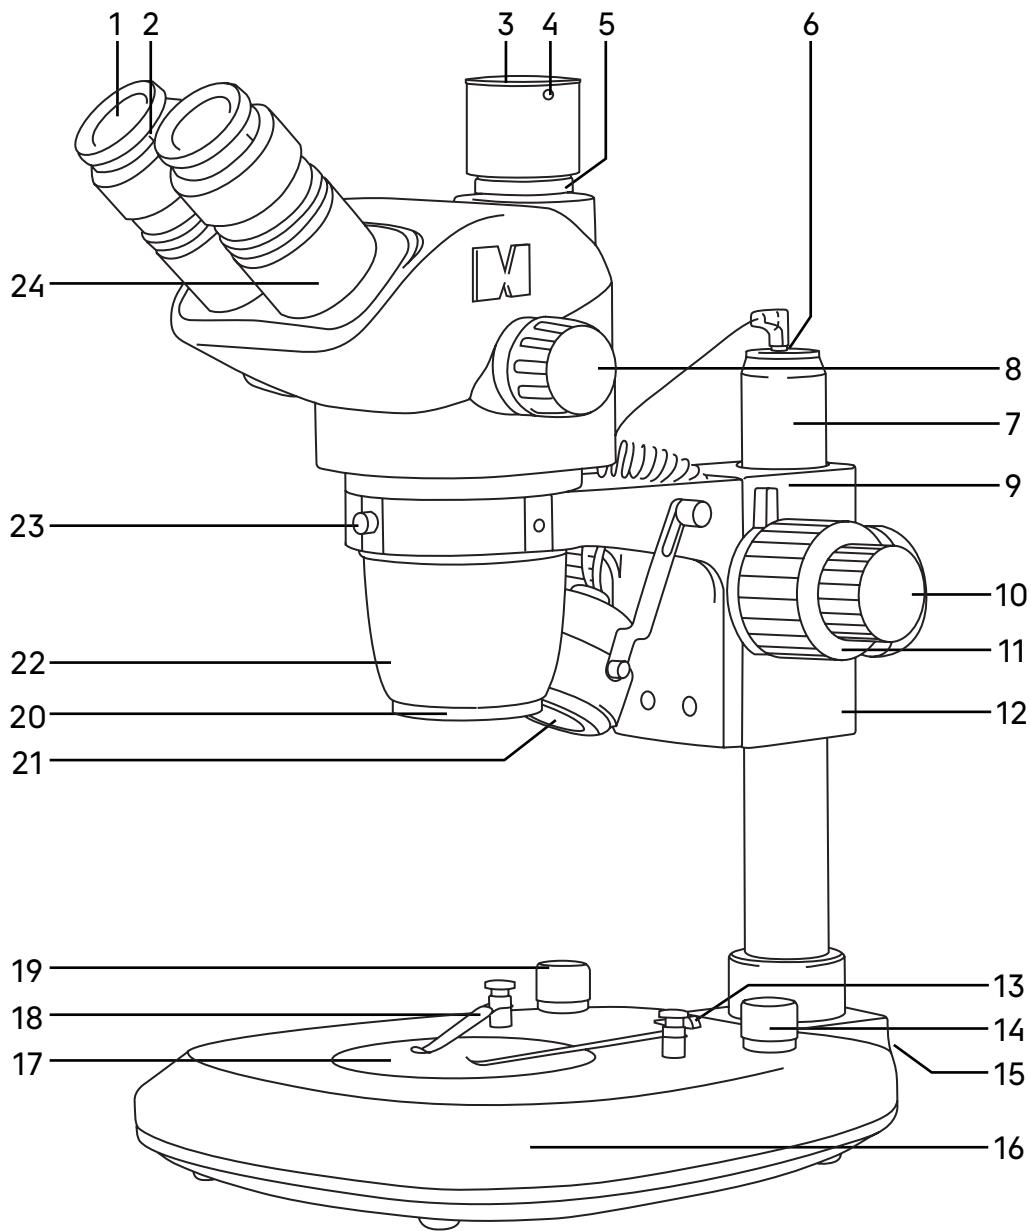
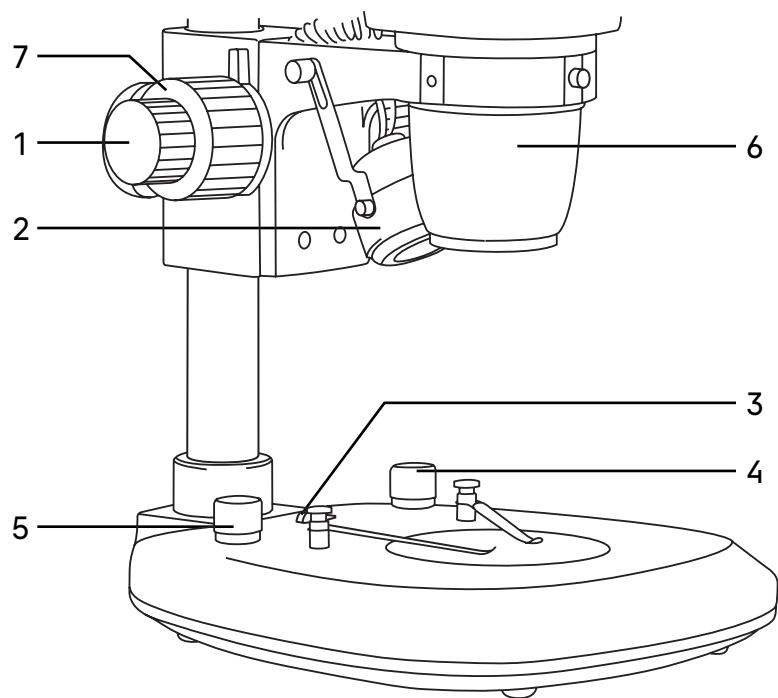

Рис. 1. Микроскоп MAGUS Stereo 8Т
Рис. 2. Включение освещения
Общий вид микроскопа представлен на рис. 1.
Штатив микроскопа 7 (рис.1) закреплен на основании 16 (рис. 1). Штатив несъемный.
В штативе располагается механизм фокусировки 12 (рис. 1), на который крепится кронштейн 9 (рис. 1) для установки оптической головы. Наверху штатива расположено гнездо для подключения шнура осветителя отраженного света 6 (рис. 1)
В основании 16 (рис. 1) расположен блок питания и источник проходящего света – светодиод.
Пластина 17 (рис. 1) обеспечивает рассеивание света и равномерное освещение всей плоскости исследуемого объекта. Выключатель 13 (рис. 1) служит для включения и выключения источника света.
Регулировка яркости осветителя отраженного света осуществляется ручкой 19 (рис. 1), а проходящего света – ручкой 14 (рис. 1).
Основание также выполняет функцию предметного столика. Объект исследования располагают на пластине 17 (рис. 1). Пластина устанавливается в гнездо основания. Диаметр пластины – 95 мм.
При необходимости объект можно закрепить на пластине двумя прижимами 18 (рис. 1).
Фокусировочный механизм 12 (рис. 1) перемещается на штативе 7 (рис. 1) или на установочном пальце 2 (рис. 2) универсального штатива, обеспечивая фокусировку на объект в соответствии с высотой объекта и рабочим расстоянием объектива.
Кронштейн 9 (рис. 1) закреплен на фокусировочном механизме. Вертикальное эффективное перемещение составляет 45 мм.
Сверху на кронштейн устанавливается оптическая голова и закрепляется в кронштейне винтом 23 (рис. 1). Оптическую голову можно повернуть внутри кольца кронштейна и зафиксировать в любом удобном положении.
В окулярные тубусы визуальной насадки 24 (рис. 1) устанавливаются окуляры 1 (рис. 1). Тубусы разводятся в соответствии с глазной базой наблюдателя в пределах от 54 до 75 мм.
В вертикальный тубус 5 (рис. 1) корпуса визуальной насадки (канал визуализации) для фиксации камеры (видеоокуляра) устанавливается адаптер C-mount 1x. Камера служит для вывода изображения на экран компьютера или монитор/телевизор.
Трансфокаторный объектив 22 (рис. 1) имеет увеличение от 0,65 до 5,5 крат и позволяет в процессе наблюдения плавно изменять увеличение в 8,4 раза без потери качества и с сохранением большого рабочего расстояния – 105 мм.
Увеличение микроскопа изменяется при помощи вращения рукоятки 8 (рис. 1).
Окуляры увеличением 10x имеют линейное поле зрения 22 мм (WF 10x/22). Каждый окуляр имеет диоптрийную подвижку 2 (рис. 1). Окулярные тубусы имеют надежную конструкцию крепления окуляров, которая исключает возможность случайного выпадения окуляров при перемещении микроскопа. Окуляры закрепляются в тубусах винтами.
Осветитель косого освещения **21** (рис. 1) зафиксирован в кронштейне. Штекер осветителя устанавливается в гнездо штатива **6** (рис. 1).
- Установите пластину **17** (рис. 1). При работе с прозрачными объектами выбирайте стеклянную пластину. При работе с непрозрачными объектами выбирайте черно-белую пластину. Для повышения контраста темные объекты исследуются на белой стороне пластины, светлые – на черной стороне.
- Установите прижимы **18** (рис. 1).
- Установите оптическую голову в кольцо кронштейна **9** (рис. 1). Закрепите оптическую голову винтом **23** (рис. 1). Не следует затягивать винт слишком сильно.
- Закрепите кронштейн **9** (рис. 1) вместе с механизмом фокусировки **12** (рис. 1) на штативе **7** на необходимой высоте с помощью винта фиксации, расположенного на задней части микроскопа.
- Ручки регулировки освещенности объекта **14** и **19** (рис. 1) установите в минимальное положение.
Переведите выключатель электропитания **3** (рис. 2) в положение «—» (включено). Осветители проходящего и отраженного света подключены.
Для работы в отраженном свете используется осветитель **2** (рис. 2), его яркость света регулируется вращением ручки **5** (рис. 2). Для работы в проходящем свете регулировка яркости осуществляется ручкой **4** (рис. 2).
Перед отключением микроскопа от сети поверните ручки **4** и **5** (рис. 2) в минимальное положение.
При необходимости исследования объекта в бестеневом освещении используйте кольцевой осветитель. Кольцевой осветитель устанавливается на объектив **6** (рис. 2).
Установите минимальное увеличение объектива 0,65х вращением рукоятки смены увеличения 8 (рис. 1).
Вращением рукояток 1 (рис. 2) переместите механизм фокусировки так, чтобы расстояние между объектом и объективом микроскопа приблизительно соответствовало рабочему расстоянию объектива согласно техническим данным, приведенным в табл. 2.
При работе на большом увеличении для точной настройки используйте рукоятку тонкой фокусировки 7 (рис. 2).
При правильно отрегулированной жесткости корпус оптической головы не опускается под собственным весом. Если есть необходимость отрегулировать жесткость хода грубой фокусировки, удерживайте одной рукой левую рукоятку фокусировки 1 (рис. 2), а другой рукой выполните регулировку с помощью правой рукоятки грубой фокусировки. Поворот против часовой стрелки уменьшает жесткость, поворот по часовой стрелке – увеличивает. Слишком высокое натяжение может повлиять на комфорт работы.